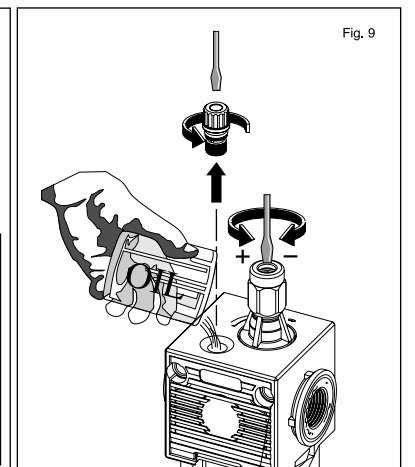

Fig. 9
**Einstellung der Schmiermenge:** Mit unter Druck stehender Anlage durchführen (Abb. 9)
**入油:** 拧下油塞, 将润滑油填充到最后一个透明狭槽 (图9)。
**输油控制:** 请参阅图9。
请在设备加压时进行 (图9)。
осуществляется под давлением (рис. 9)